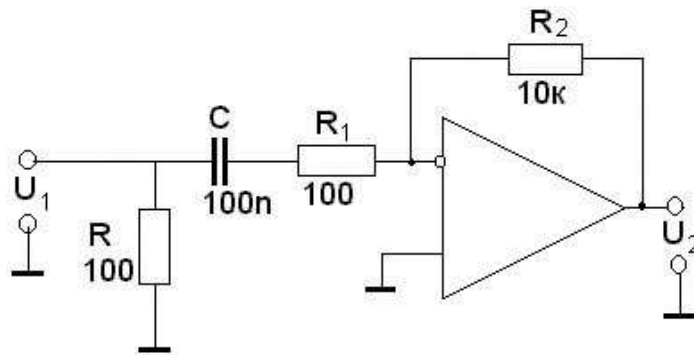

Рисунок 18 – Схема ОУ с разделительным конденсатором на входе.
3.4.2 Соберите схему, изображённую на рисунок 18.